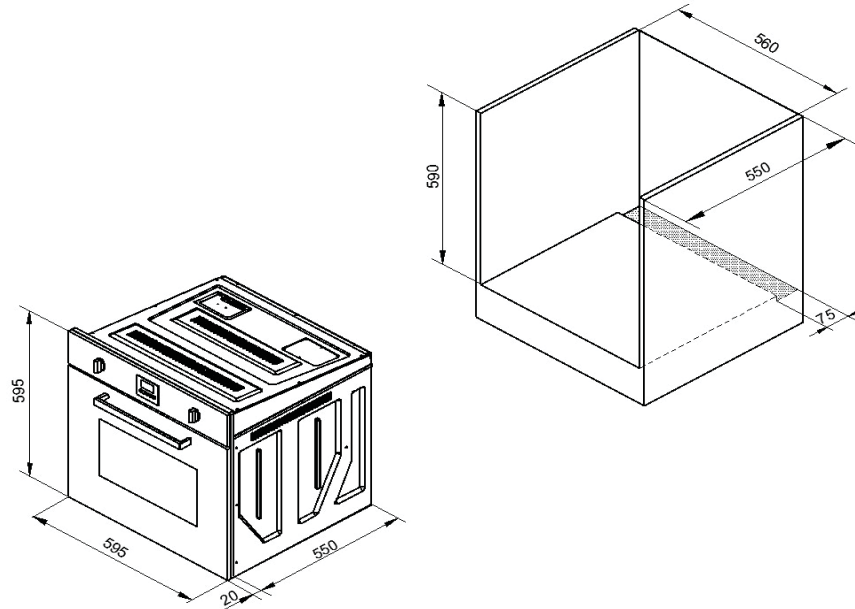

Figura 1
- ❖ El horno ha sido diseñado para ser un mueble en la cocina. Podrá tenerlo en una unidad armario a la altura de los ojos, para ellos debe cortar una abertura en el mueble como se ve. **(Ver Figura 1 y Figure 2)**
- ❖ Para una circulación de aire eficaz, el horno debería ser equipado según las dimensiones indicadas en la Figura 1.